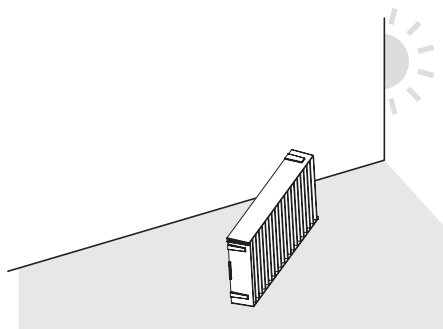

図 2
- エアフィルターユニットのレンズ側（前面側）の枠中央付近を、矢印のとおり内側に少し押しながらプロジェクター本体のつめから外して引き出し、反対側の枠をつめから外して取り出します。(図 2)
2) エアフィルターユニットを乾燥させる (図 2)